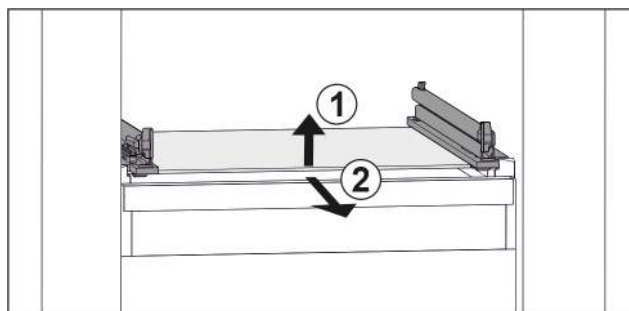

Fig. 38 Примерное отображение стеклянной пластины
- Приподнимите стеклянную пластину спереди. Fig. 38 (1)
- Извлеките стеклянную пластину движением вперед. Fig. 38 (2)